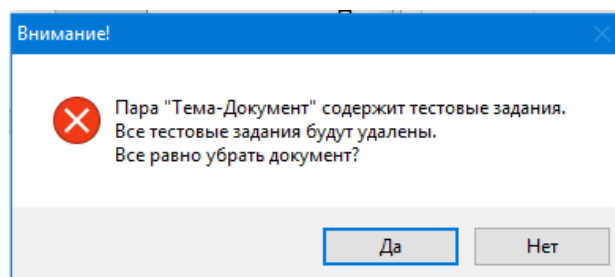

Рисунок 3.12 Предупреждение о возможном удалении тестовых заданий
- «Убрать документ», которая перемещает текущую строку из верхней сетки в нижнюю сетку; это означает разрушение существующей связи «Тема-Документ» и возможно, если в поле «Заданий» был 0. Если же поле «Заданий» содержало ненулевое значение, то будет выдано предупреждение (Рисунок 3.12) и при ответе «Да» происходит удаление тестовых заданий для текущей связи «Тема-Документ» и эта связь разрушается.